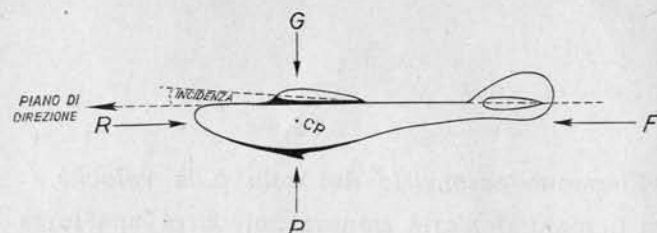

Fig. 3.
Portanza e sustentamento si oppongono alla forza di gravità (o peso) che tende verso terra (G) (fig. 3).